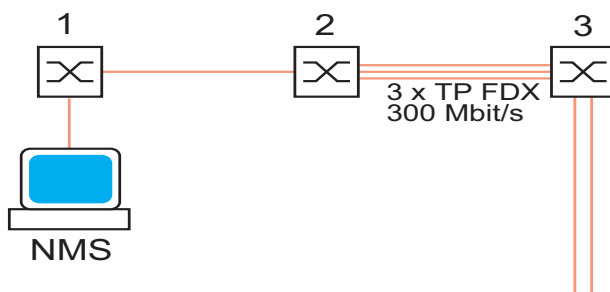

Abb. 2: Beispiel „erstes Gerät bestimmen“
- Im Beispiel unten (siehe Abbildung 2) konfigurieren Sie die Link-Aggregation zuerst am Gerät 3 und dann an Gerät 2. Sollten Sie das Gerät 3 unbeabsichtigt vom Netz trennen, können Sie es wieder erreichen, indem Sie bei Gerät 2 im Dialog `Redundanz:Link Aggregation` oder über das CLI den Punkt „Statische Link-Aggregation zulassen“ auswählen bzw. einschalten.